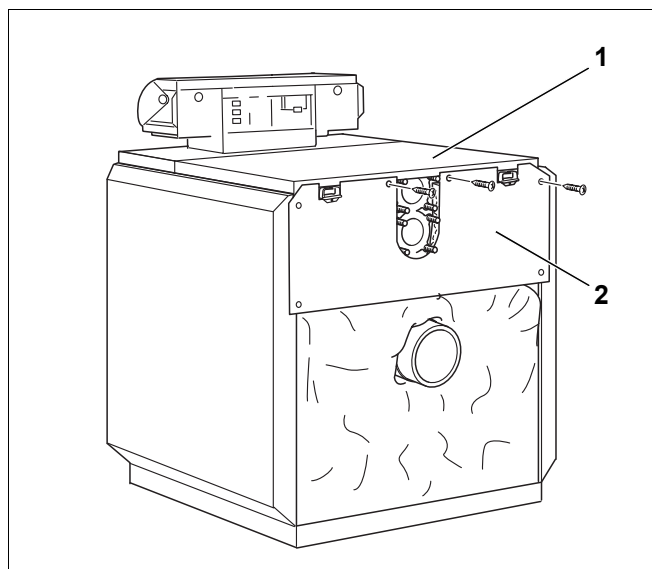

Bild 39 Montage – obere Kesselrückwand
- Obere Kesselrückwand (Bild 39, **Pos. 2**) mit der Haube hinten (Bild 39, **Pos. 1**) und mit den Seitenwänden verschrauben.